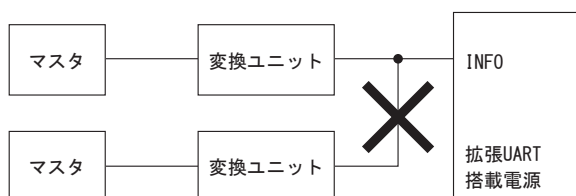

図3.7 接続の禁止例1
(5) 拡張UARTの接続の注意事項
- ・拡張UART搭載電源1台につき、変換ユニットは2台以上接続をしないで下さい（図3.7）。通信ユニットが誤動作する可能性があります。